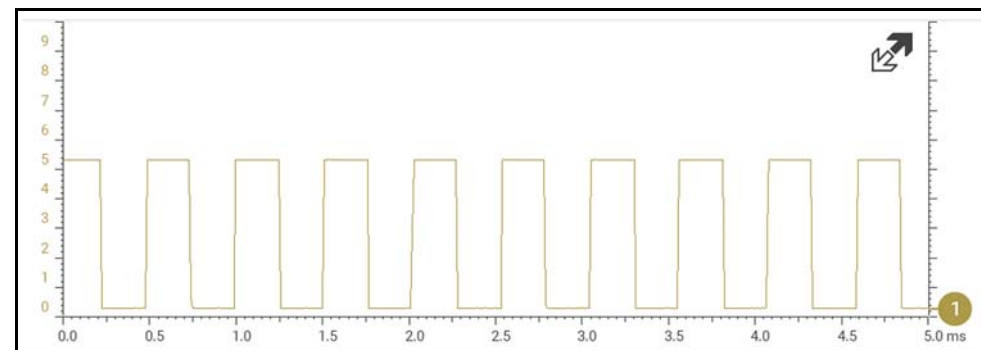

Figura 8-40
**1** - Monitoramento/Captura da forma de onda conforme é exibida normalmente (*Figura 8-40*). Você pode não ver uma falha durante o monitoramento nesta configuração.